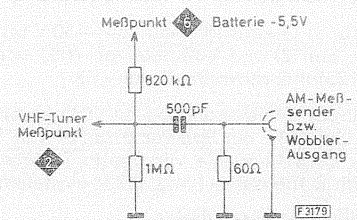

Abb. 7
Bildlinearität siehe Abb. 7
7. Bildbreitenautomatik siehe Abb. 7 und 10